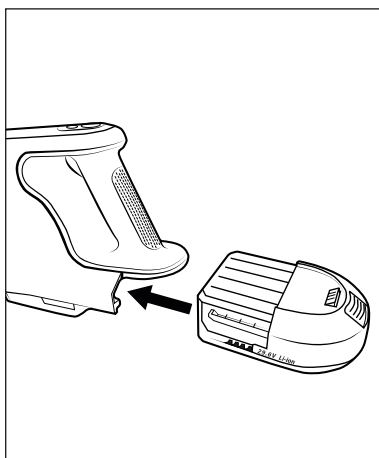

Fig. 3
- 3) Insérez la batterie 2 dans l'appareil jusqu'à ce qu'elle s'enclenche de manière audible avec un clic (voir fig. 3).